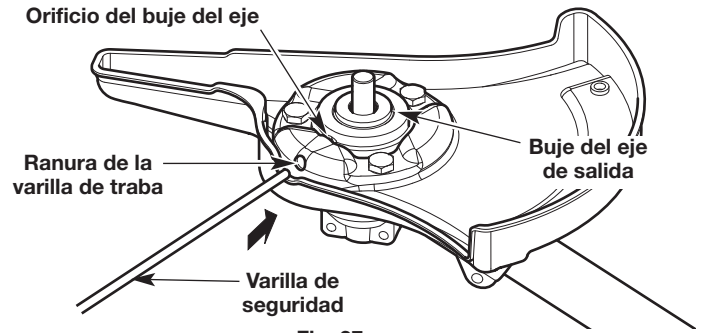
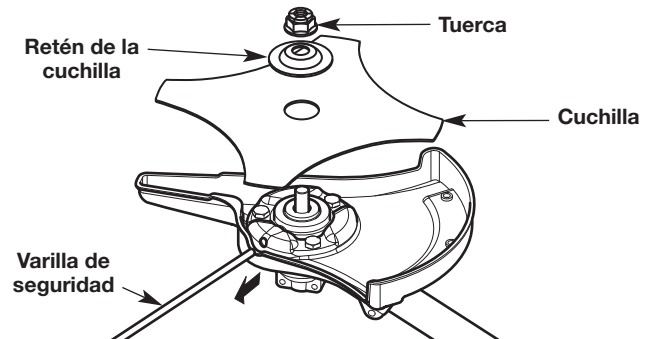

Fig. 27
Fig. 29
1. Rote la cuchilla (Fig. 29) hasta que el orificio del casquillo del eje se alinee con la ranura de la varilla de seguridad (Fig. 27).
2. Inserte la varilla de seguridad a través de la ranura de la varilla de seguridad y dentro del orificio del casquillo del eje (Fig. 27).
5. Quite la varilla de seguridad (Fig. 29).
6. Retire la retención de la cuchilla y la cuchilla (Fig. 29).
1. Rote el casquillo del eje de salida hasta que el orificio del casquillo del eje se alinee con la ranura de la varilla de seguridad (Fig. 27).